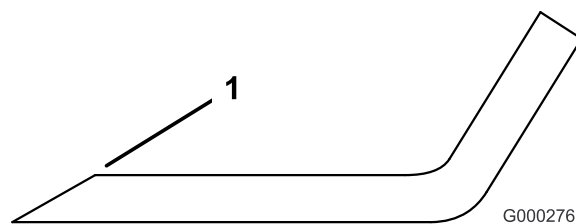

Bild 71
1. Schärfen Sie die Schnittkanten an beiden Enden des Messers (Bild 71). Behalten Sie den ursprünglichen Winkel bei. Das Schnitmesser behält seine Auswuchtung bei, wenn von beiden Schnittkanten die gleiche Materialmenge entfernt wird.